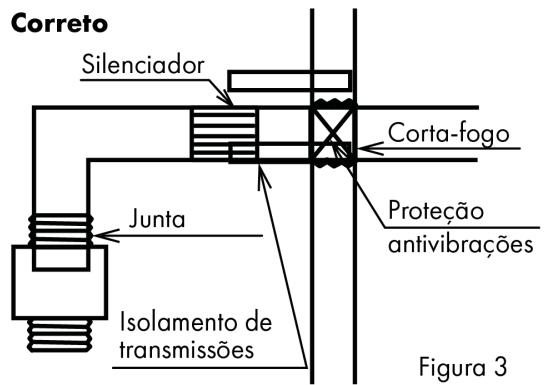

Figura 3
- Isolar lateralmente o silenciador e a conduta a jusante da eventuals transmissões de ruído pelas paredes (Figura 3), nomeadamente pela utilização de uma caixa isolada.